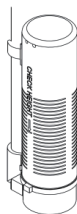

图2
9. 向盐箱注水，让水平面高于盐隔板1"(25mm)，如果没有盐隔板，让水面高于空气止回阀顶部（图2）。这个阶段不要向盐箱投盐。